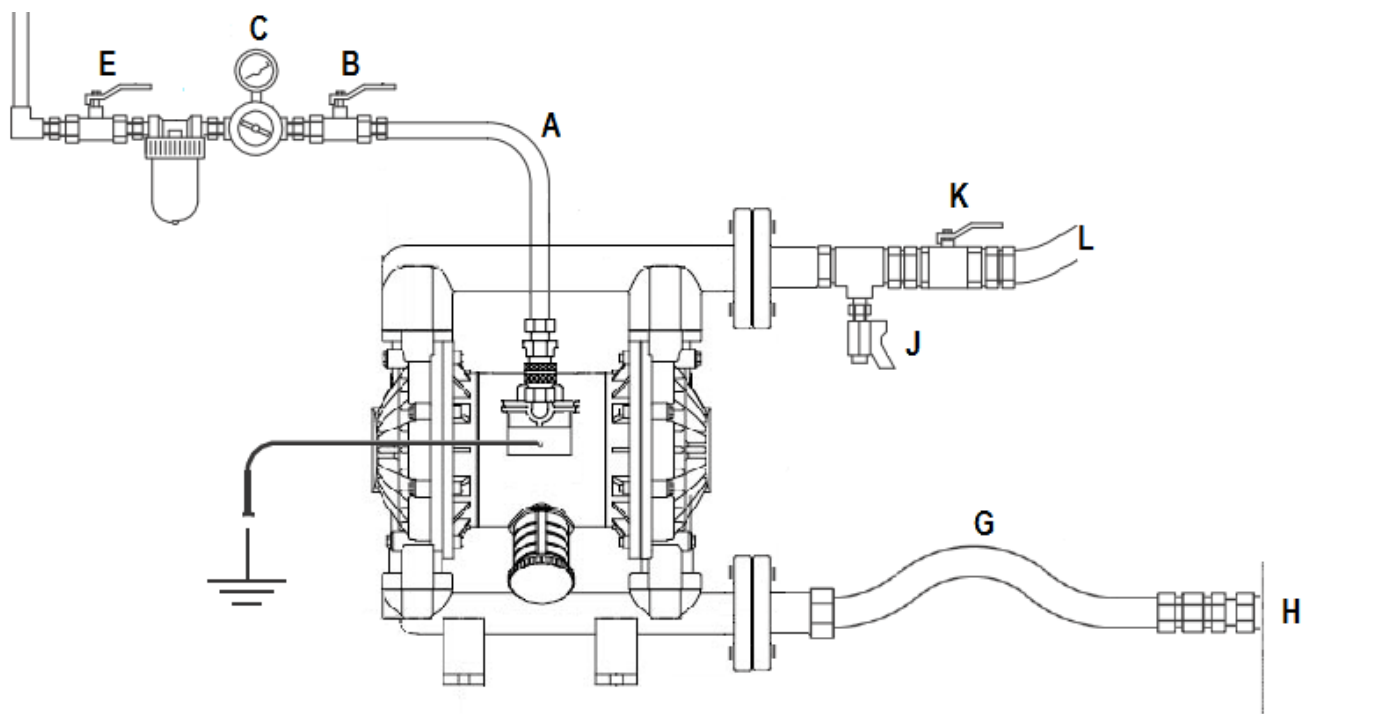

Рисунок 6. Расположение элементов управления пуском и регулировкой
2. Запустите насос и отрегулируйте его работу при помощи элементов управления (рис. 6) в следующем порядке:
- Закройте клапан слива жидкости (J).
- При закрытом регуляторе подачи воздуха (C), откройте воздушные клапаны стравливающего типа (B и E) и запорный клапан жидкости (K).
- Для пуска насоса медленно откройте регулятор воздуха (C), дайте насосу поработать на низкой скорости до удаления воздуха из всасывающей линии и заполнения насоса жидкостью. Если сливной шланг имеет раздаточное устройство, держите его открытым во время пуска и заполнения насоса жидкостью.
- Отрегулируйте необходимое давление в линии и поток с помощью регулятора воздуха (C).